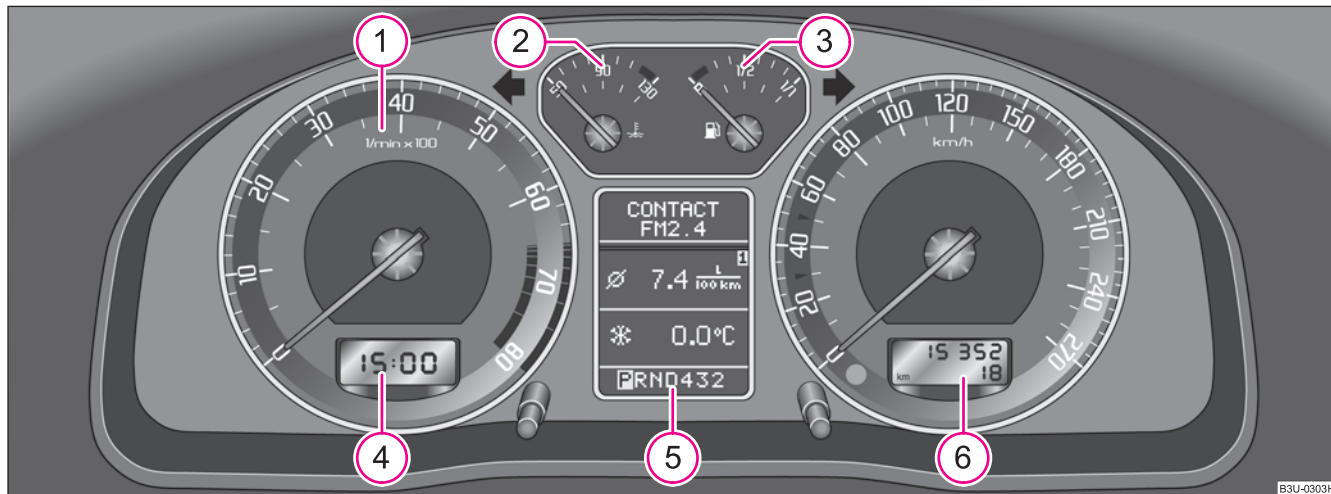
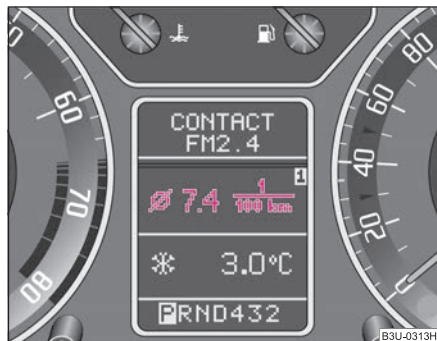

Fig. 2 Tabloul de instrumente
Fig. 6 Indicatorul multifuncțional:
Începutul zonei roșii a turometrului ① ⇒ pagina 13, fig. 2 reprezintă pentru toate treptele de viteză turația maximă admisă a motorului în regim normal de funcționare. Înainte de atingerea acestei zone trebuie să selectați treapta de viteză imediat superioară sau poziția **D** a cutiei de viteze automate.
Indicatorul temperaturii lichidului de răcire ② ⇒ pagina 13, fig. 2 funcționează numai când contactul motor este pus.
Indicatorul rezervei de carburant  ⇒ pagina 13, fig. 2 funcționează numai când contactul motor este pus.
Indicatorul multifuncțional este prezentat, în funcție de echiparea autovehiculului, pe display-ul turometrului ⇒ pagina 13, fig. 2 sau pe display-ul informațional ⇒ fig. 6.